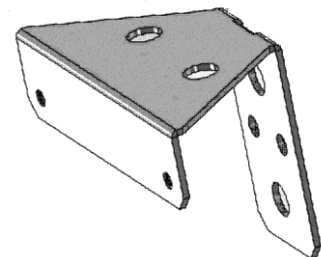

Abb. 2: Universalwinkel
- Möglichst Universalwinkel benutzen, um den notwendigen Wandabstand von mindestens 5 cm zu gewährleisten (Abb. 2).